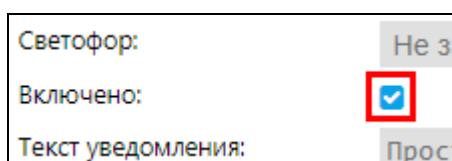

Рис. 6.2.6. Включение/выключение уведомления.
- ✓ **Включено.** Включение/отключение уведомлений регулируется в окне **Изменение уведомления/Добавление уведомления/Копирование уведомления** с помощью флажка в поле **Включено** на вкладке **Основное** (рис. 6.2.6).